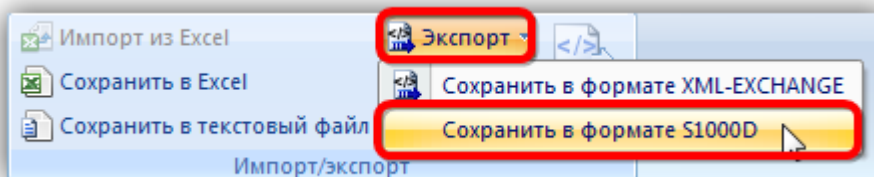

Рис. 12-92 – Панель «Импорт/экспорт»
3) Нажать кнопку «Экспорт» панели «Импорт/Экспорт» и в открывшемся меню выбрать пункт «Сохранить в формате S1000D» (рис. 12-92).